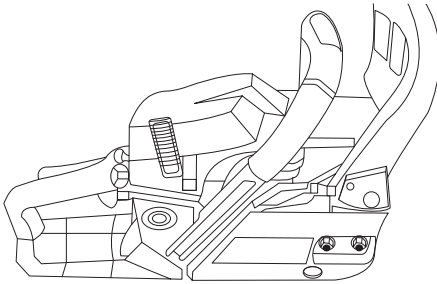

Abb.41
- Entfernen Sie regelmäßig Schmutz von den Zylinderrippen, um das Risiko von Schäden am Gerät und die Gefahr von Bränden zu reduzieren. Verwenden Sie Druckluft mit maximal 2,8 bar (40 PSI), um Schmutz von den Zylinderrippen zu blasen (Abb. 41).